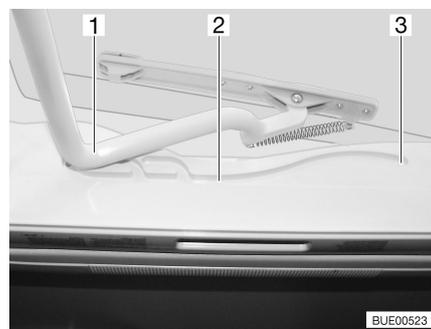

Bild 35 Heki-Dachhaube, Führung
- Den Bügel (Bild 35,1) in den Führungen (Bild 35,2) bis in die hinterste Position (Bild 35,3) ziehen.
- Den Bügel (Bild 35,1) mit beiden Händen leicht nach oben drücken.
- Den Bügel in den Führungen (Bild 35,2) bis zur gewünschten Stellung ziehen.